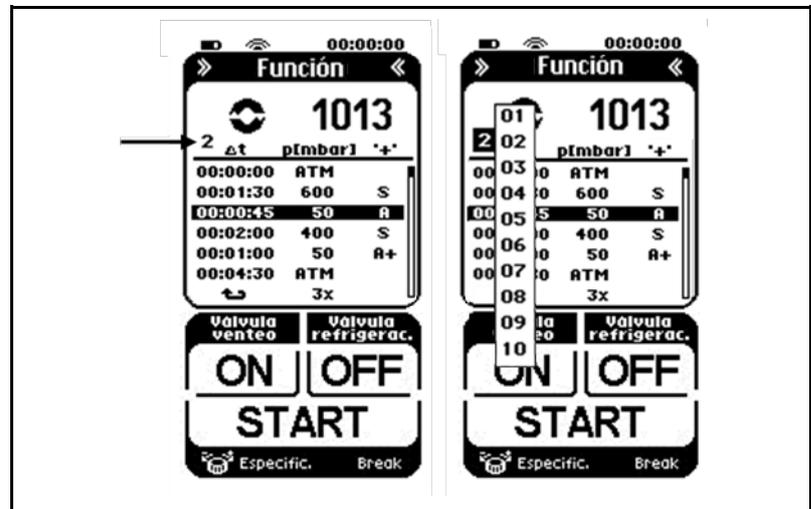

Figura 13: Menú para modo de función operativa
Selección de líneas (ver Figura 13):
- pulsar la tecla para la selección de las tablas de puntos de apoyo (flecha en Figura 13) y seleccionar la tabla de puntos de apoyo deseada.
**i** Pueden guardarse hasta 10 tablas de puntos de apoyo distintas y accederse de nuevo a ellas en caso necesario. El número en el display (flecha en la Figura 13) muestra la tabla de puntos de apoyo actualmente seleccionada.